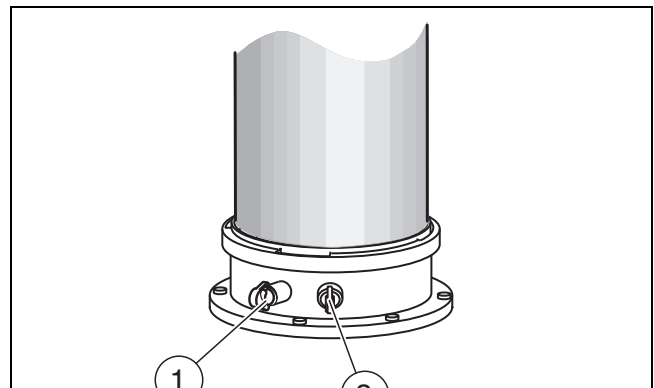

Bild 55 Abgasmessstutzen und Verbrennungsluft-Messstutzen
- ▶ Stopfen am Verbrennungsluft-Messstutzen (→ Bild 55, [2]) entfernen.
- ▶ Stopfen am Abgasmessstutzen (→ Bild 55, [1]) entfernen.